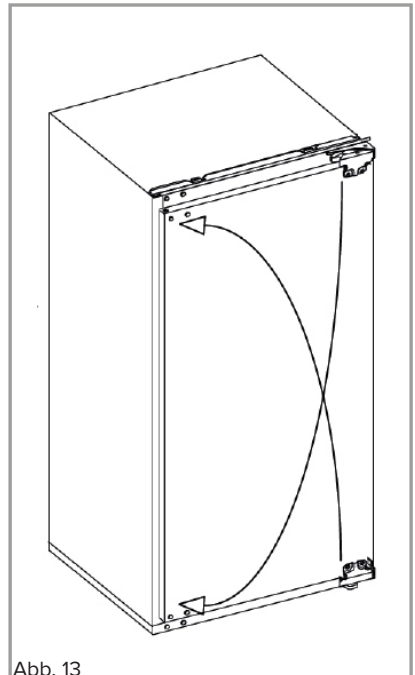

Abb. 13
6. Drehen Sie das obere Scharnier um 180 Grad und schrauben Sie es an der diagonal gegenüberliegenden Ecke des Geräteschranks wieder an, siehe Abb. 13